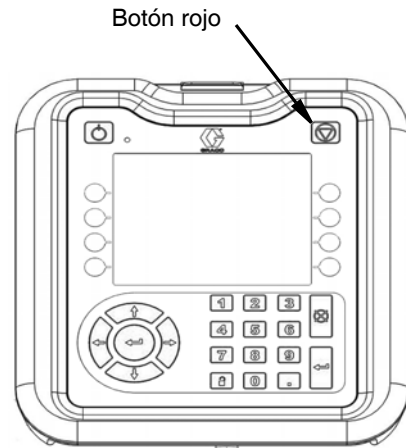

FIG. 19
3. Presione el botón rojo superior derecho para desactivar el ADM. Ver FIG. 19.